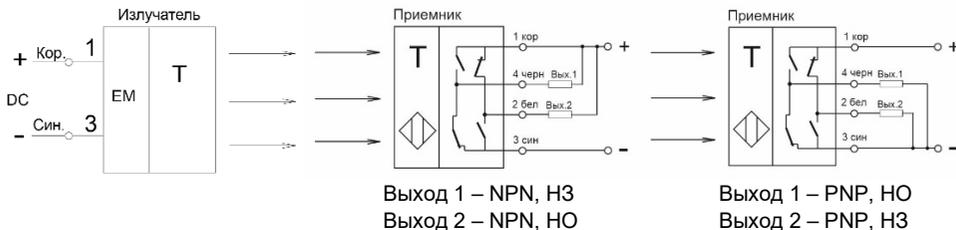

Рисунок 2 - Варианты схем подключения барьеров
3.2 Барьеры включаются в электрическую цепь по 2-х или 4-х проводной схеме (Рис.2). Соответствие выводов и схема подключения указаны в маркировке барьера.
который перекрывает хотя бы один из лучей, выход 1 переключается на плюс питания, а выход 2 переключается на минус питания. Комплементарный коммутационный элемент позволяет включать нагрузку между выходом и плюсом питания, реализуя NPN-выход (рис. 2), или между выходом и минусом питания, реализуя PNP-выход (рис.2). Каждый выход имеет тактовую защиту от короткого замыкания в нагрузке. При срабатывании защиты оба ключа коммутационного элемента переходят в разомкнутое состояние. После устранения короткого замыкания работоспособность коммутационного элемента автоматически восстанавливается.